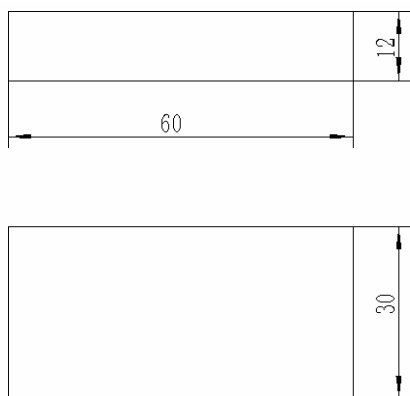

图 6-24 绘制矩形
1) 利用导航功能，点的捕捉方式设置为【导航】，绘制如图 6-24 所示的图形。